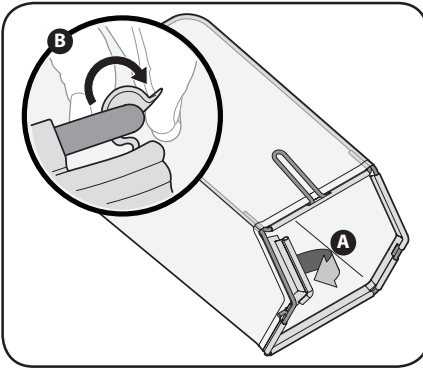

Figura 2-8
1. Siga los pasos a continuación para ensamblar el colector de recortes de césped (si fuera necesario). Asegúrese que la bolsa para recortes está con el lado derecho hacia afuera antes de ensamblar (la etiqueta de advertencia estará hacia afuera). Consulte la Figura 2-8.